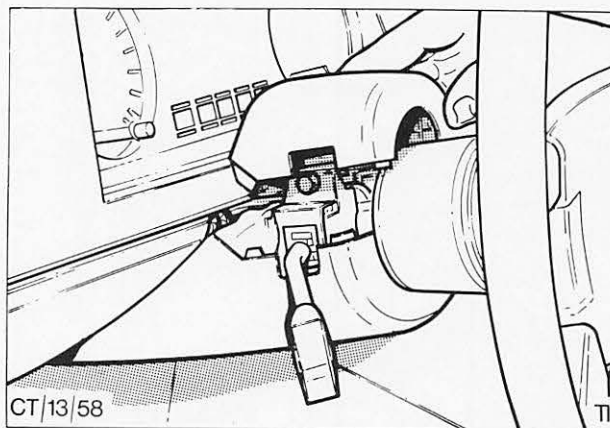

Abb. 69 Lenksäulenverkleidung
3. Obere und unter Hälfte der Lenksäulenverkleidung ausbauen, siehe Abb. 69. Untere Hälfte ist festgeschraubt, die obere wird durch Klemmen gehalten.